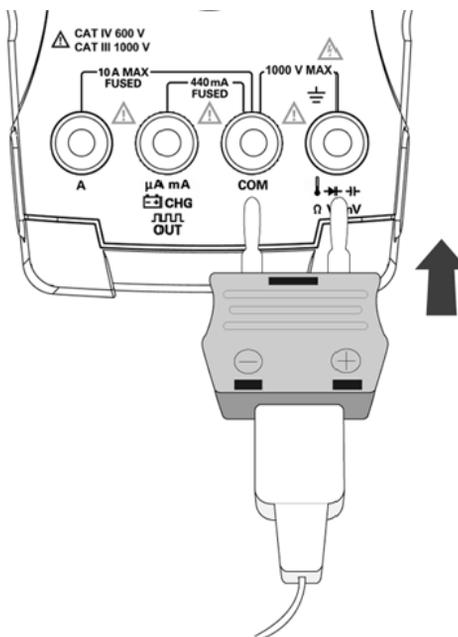

Figura 2-14 Conectar a ponta de prova com adaptador no multímetro
- 3 Conecte a ponta de prova térmica com o adaptador nos terminais de entrada do medidor, conforme a Figura 2-14.